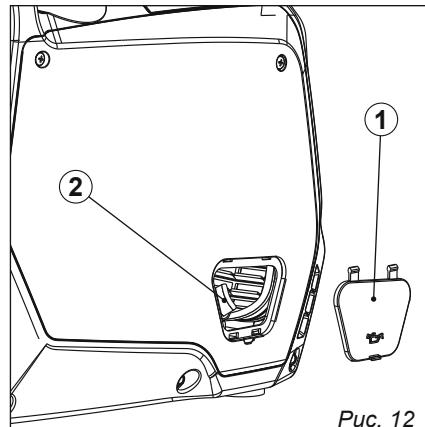

Рис. 12
2. Снимите крышку ① маслозаливной горловины ② (рис. 12).